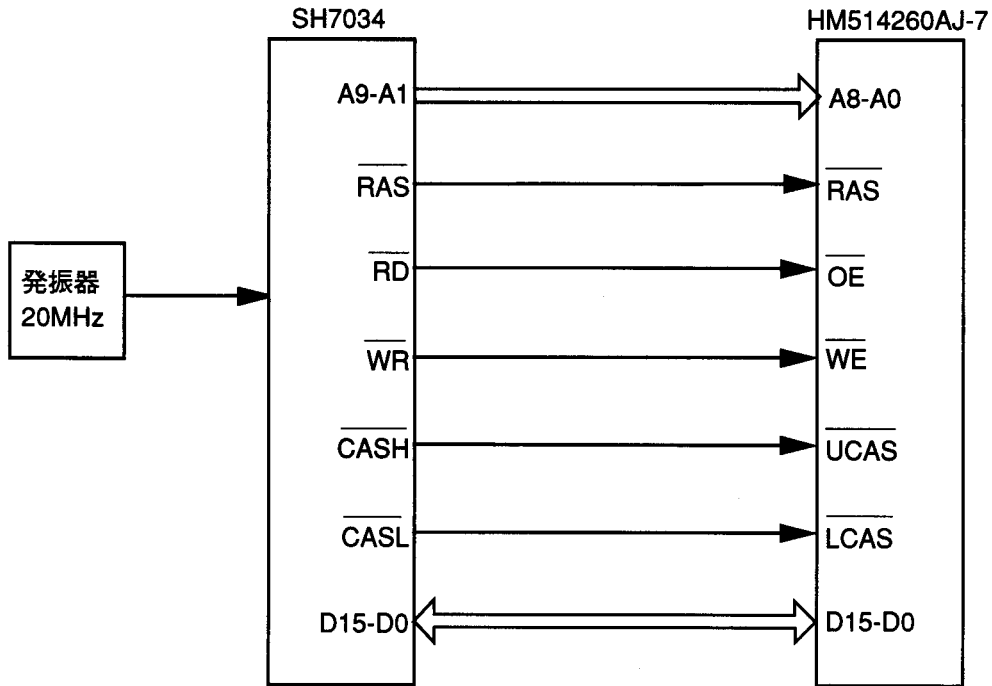

図1 SH7034およびHM514260AJ-7接続ブロック図
(1) 図1に示すようにSH7034とDRAM (HM514260AJ-7) のインターフェースを行います。